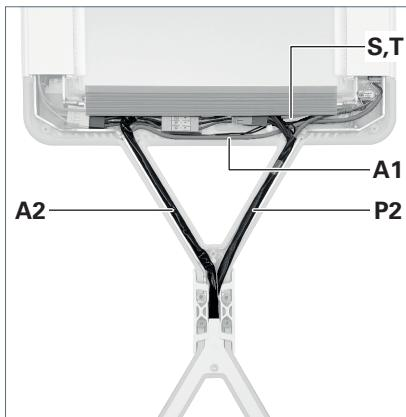

Fig. 17: Leitungen verstauen.
- ▶ Legen Sie die Versorgungsleitung **P2** aus dem Standrohr in den Tragarm des Leuchtenkopfs 1, siehe Fig. 17.